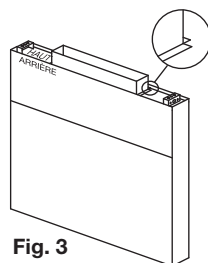

Fig. 3
4. Placer le ou les colliers de gaine sur les ouvertures, en les attachant avec des vis ou des points de soudure tous les 10 à 15 cm (4 à 6 po). (Fig. 3)